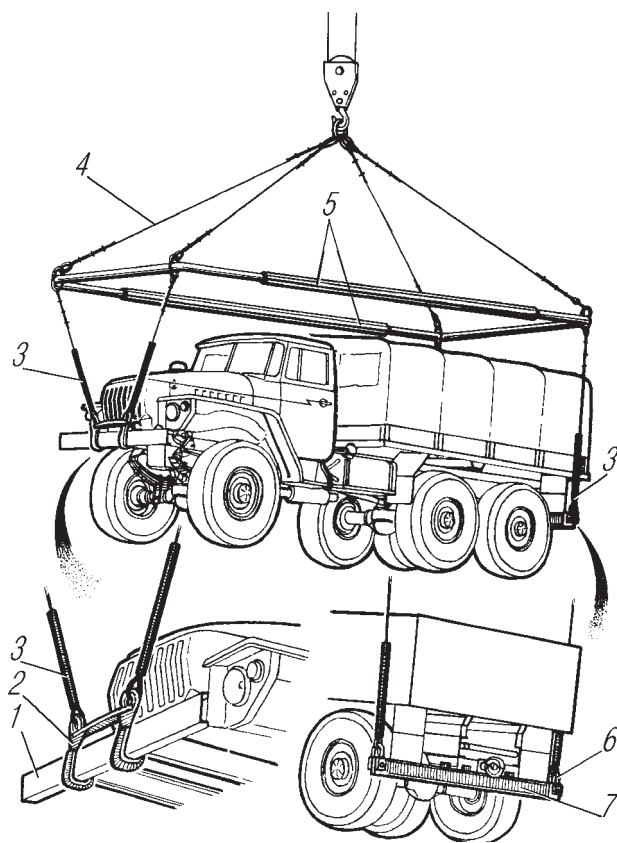

Рис. 120. Схема строповки автомобилей:
3. Погрузку и разгрузку автомобиля производите с помощью специального чалочного устройства (рис. 120) или своим ходом.